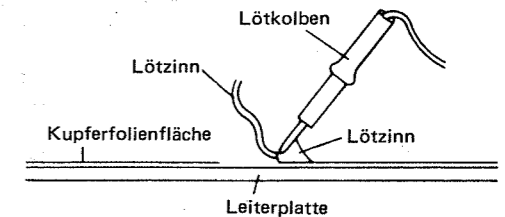

Abbildung 25-3
- Behelfsweise einen Anschluß des Bauelements auf die Kupferfolienfläche anlöten. Siehe Abbildung 25-3.